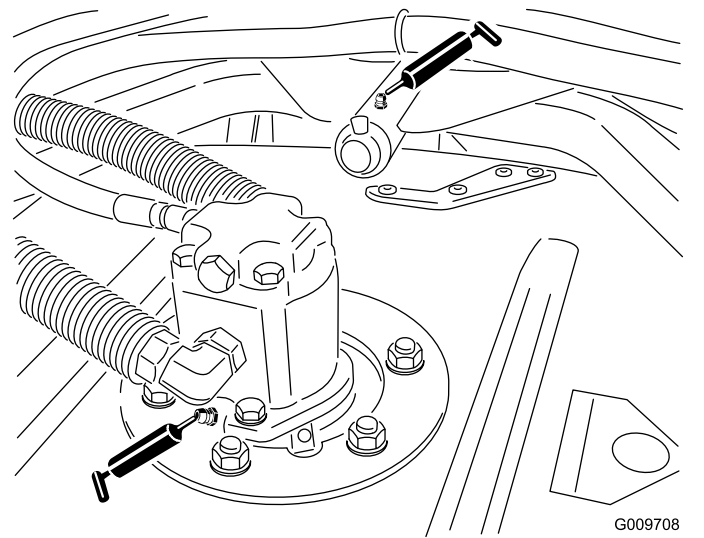

Figure 44
- Roulements d'axes de pivot d'unité de coupe (2 par unité de coupe), comme montré à la Figure 44
- Bagues de bras de bâti porteur d'unité de coupe (1 par unité de coupe), comme montré à la Figure 44